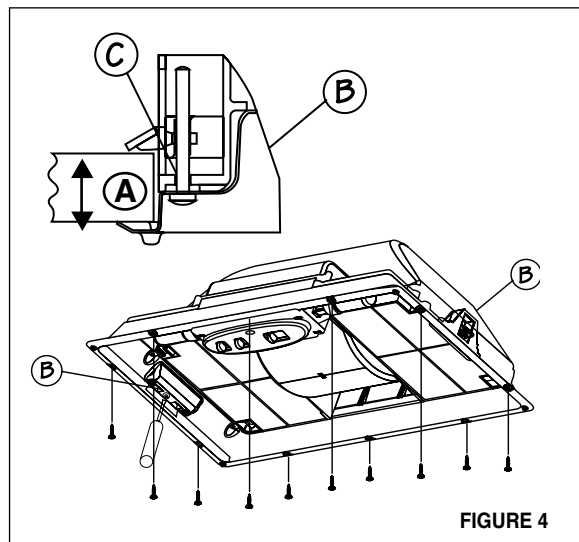

FIGURE 4
4. Installer la hotte sur l'armoire à l'aide de deux fixations à ressort, une de chaque côté de la hotte (**B de la FIGURE 4**). Utiliser un tournevis Phillips et serrer la vis de réglage (**C de la FIGURE 4**) tandis que les fixations s'attachent fortement à la surface. Si l'épais du bas de l'armoire est MOINS de 3/4 po., installer bloc de bois pour remplir l'espace.
5. AUSSI installer la hotte sur l'armoire à l'aide des 10 vis fournies (**FIGURE 4**).